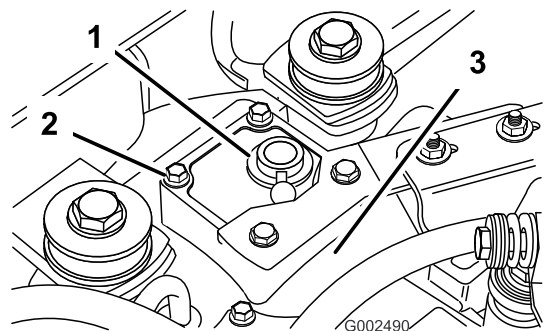

Figura 5
1. Retire los cuatro pernos que sujetan la tapa a la parte superior del alojamiento del transeje (Figura 5).